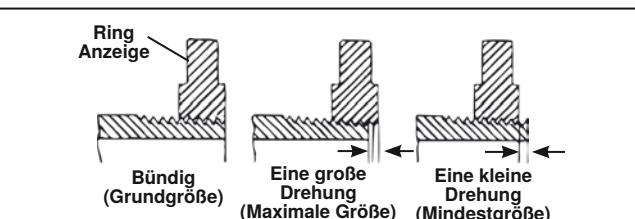

Abbildung 25 – Überprüfen der Gewindegröße
- Sehen Sie sich an, wie weit das Rohrende aus dem Lehrring ragt. Das Rohrende sollte mit der Seite des Rings bündig sein, plus oder minus eine Drehung (Abbildung 25). Wenn die Messung kein korrektes Gewinde ergibt, schneiden Sie das Gewinde ab, justieren Sie den Schneidkopf und schneiden Sie ein weiteres Gewinde. Die Verwendung eines Gewindes, bei dem die Messung kein korrektes Resultat ergibt, kann zu Undichtigkeit führen.